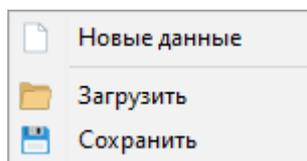

Рисунок 2 – Контекстное меню таблицы данных.
Данные в таблице (1) можно сохранить или загрузить из файла. Для этого в поле таблицы необходимо вызвать контекстное меню нажатием правой кнопки мыши. Посредством данного меню (Рисунок 2) есть возможность очистить таблицу, загрузить данные из файла, сохранить данные в файл.